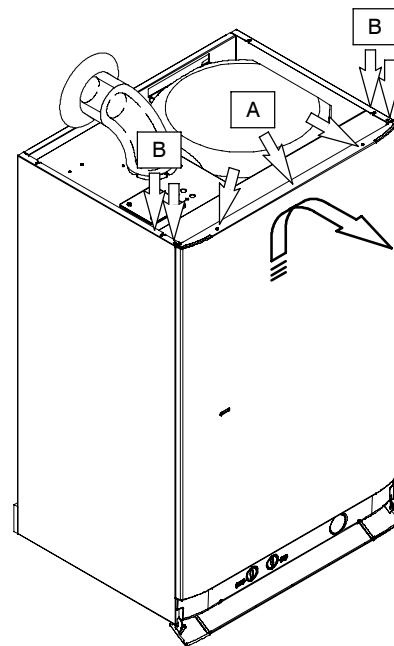

fig. 9.1
- 1 Togliere le viti "A". Rimuovere il pannello frontale spostandolo verso l'alto in modo da liberarlo dai ganci inferiori fig. 9.1